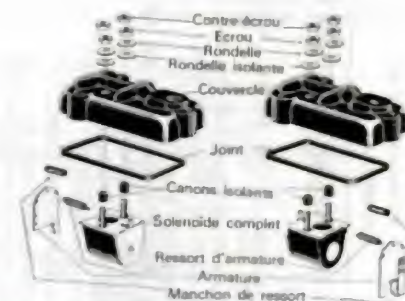

Fig. 51.
— En cas de présence d'un dispositif d'arrêt électrique (1), celui-ci doit être vérifié et remis en état (2) avant remontage du couvercle de régulateur. Prendre soin de changer tous les isolants et serrer les écrous de fixation du solénoïde dans le couvercle à 0,11-0,17 m.daN (fig. 51).